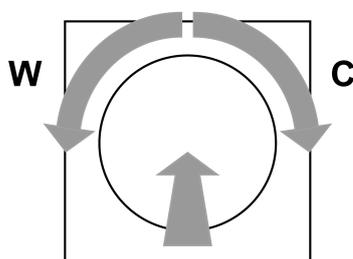

Figura 2
- i** Quando si memorizza la temperatura del colore, assicurarsi che l'ultima rotazione del pulsante di comando premuto (Figura 2) per il colore della luce più caldo sia verso sinistra (C) e per il colore della luce più freddo sia verso destra (F).
- Ruotare il pulsante di comando premuto verso sinistra (C), fino a raggiungere il colore della luce più caldo desiderato e mantenerlo in questa posizione per più di 10 secondi.